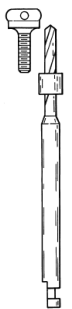

Fig. 1
4. Coloque el anillo de plástico de referencia de profundidad en la broca piloto Locator (referencia Zest#8924) a una profundidad que ligeramente exceda la longitud del poste de la hembra (Fig. 1) El poste puede acortarse si se desea hasta un mínimo de 3.0mm.